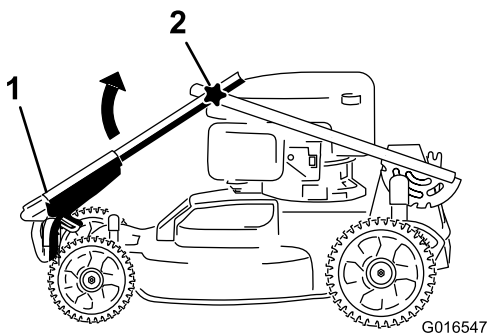
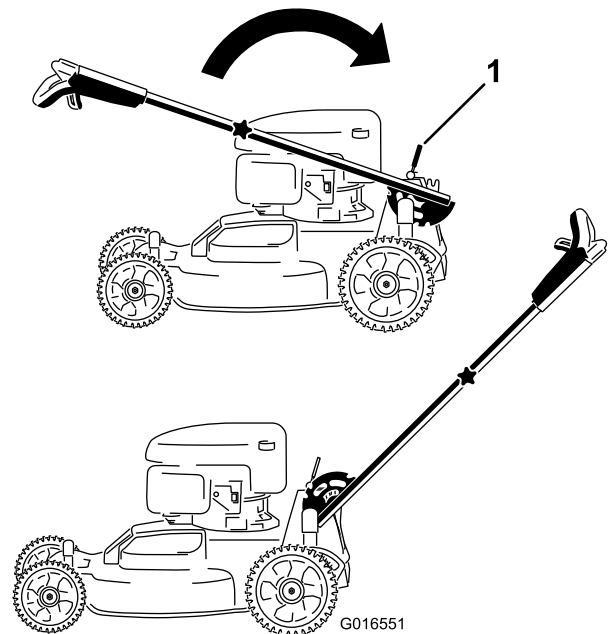

Bild 3
Bild 4
1. Drehen Sie den oberen Bügel so, dass er in den unteren Bügel eingesteckt ist (Bild 3); ziehen Sie die beiden Handräder an, um den oberen Bügel zu arretieren (Bild 4).
2. Lösen Sie den Bügelarretierungsgriff (Bild 4).
3. Ziehen Sie den Bügel nach hinten und arretieren ihn (Bild 4).